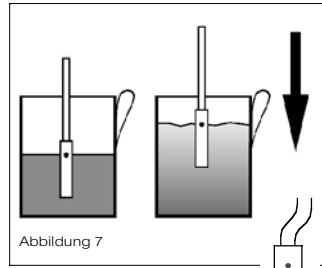

Abbildung 7
- 5 .Halten Sie die Dampfdüse **5** so in die zu erwärmende Milch, dass die Austrittsöffnung genau zur Hälfte bedeckt wird. Die Öffnung darf nie vollständig bedeckt sein. Beachten Sie bei allen Schritten, dass die Öffnung nur halb bedeckt sein darf. (siehe Abbildung 7)